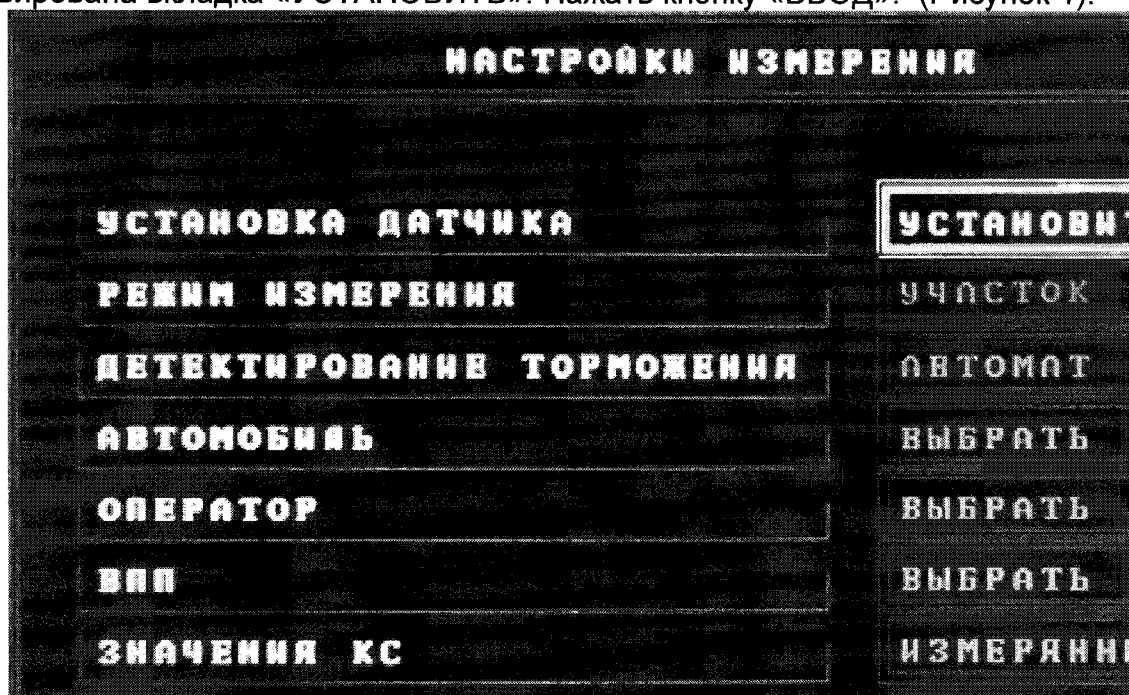

Рисунок 1 – Вид диалогового окна ПО «НАСТРОЙКА ИЗМЕРЕНИЯ»
5.4.3 Включить деселерометр и подготовить его к работе в соответствии с пунктом 2.3.1 РЭ. Дождаться устойчивой работы GPS приёмника. После этого в главном меню диалогового окна ПО открыть вкладку «ИЗМЕРЕНИЕ». В открывшемся окне «НАСТРОЙКА ИЗМЕРЕНИЯ» в строке «УСТАНОВКА ДАТЧИКА» будет активирована вкладка «УСТАНОВИТЬ». Нажать кнопку «ВВОД». (Рисунок 1).